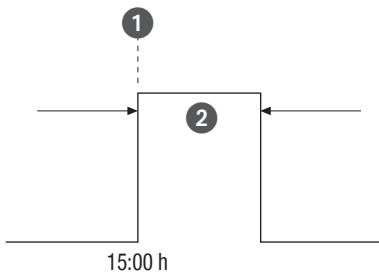

Abb. 30: Beispiel Impuls-Schaltprogramm
- (Abb. 30/①) Start Uhrzeit
- (Abb. 30/②) Dauer = Schaltung EIN